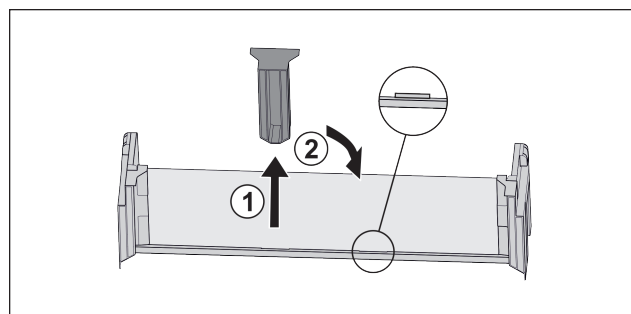

Fig. 126
- ▶ Extraire la pièce de retenue centrale Fig. 126 (1).
- ▶ Insérer la pièce de retenue centrale en deuxième position Fig. 126 (2).